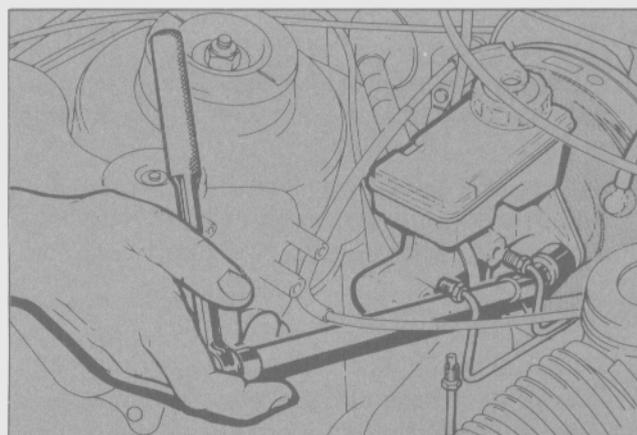

Fig. 44 - Extracción de las tuercas de sujeción del cilindro maestro.
- Extraer las dos tuercas y arandelas elásticas que aseguran el cilindro maestro a la parte delantera de la unidad del servofreno (Fig. 44).